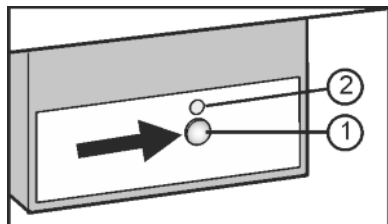

Fig. 7
- Appuyer sur la touche On/Off Fig. 7 (1) afin que la DEL Fig. 7 (2) s'allume.